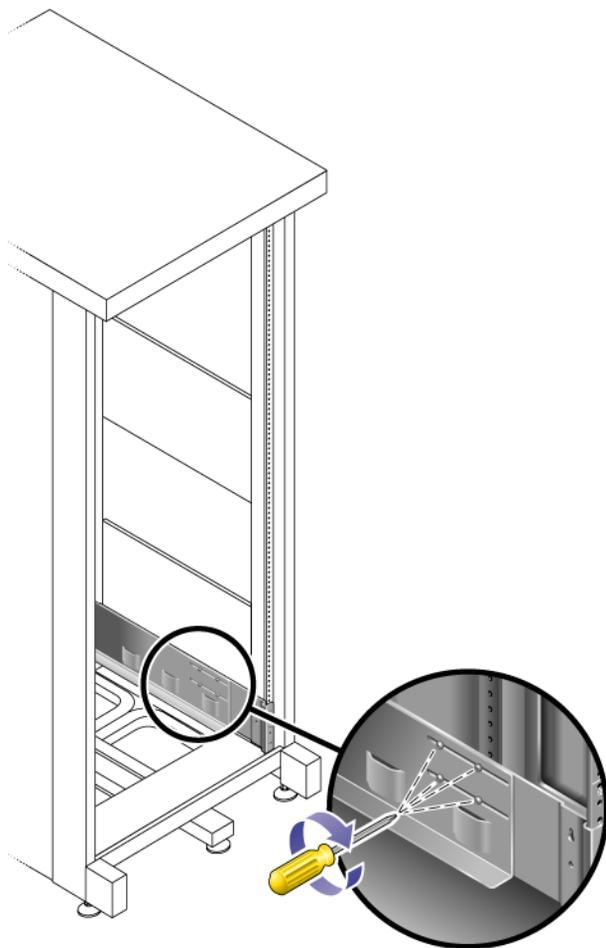

FIGURE 2-6 Serrage des vis de réglage des rails
8. À l'aide du tournevis cruciforme n°2, serrez les huit vis de réglage (quatre par côté) vers l'arrière de chaque rail (FIGURE 2-6).